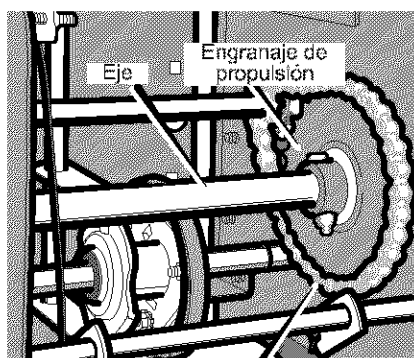

Figura 108
7. Quite los sujetadores que fijan el **engranaje de propulsión** al eje (Figura 108).
16. Instale la llanta derecha, el **eje** y el **engranaje de propulsión** con los sujetadores que quitó antes. Instale la **cadena** en el **engranaje de propulsión** (Figura 108).